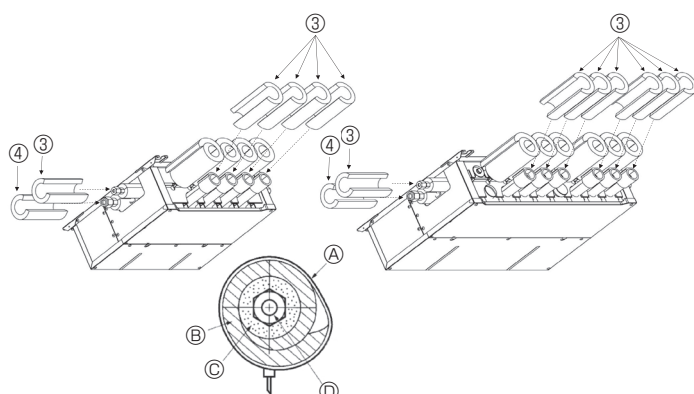

Fig. 6-7
- (8) Enroulez les fourrures de tuyaux (liquide) fournies ③ en les enfonçant dans le Boîtier de dérivation. Serrez les rubans ⑨ pour fixer les fourrures à 10 - 20 mm des deux côtés. (Fig. 6-7)
- (9) Enroulez les fourrures de tuyaux (gaz) fournies ④ en les enfonçant dans le Boîtier de dérivation. Serrez les rubans ⑨ pour fixer les fourrures à 10 - 20 mm des deux côtés. (Fig. 6-7)